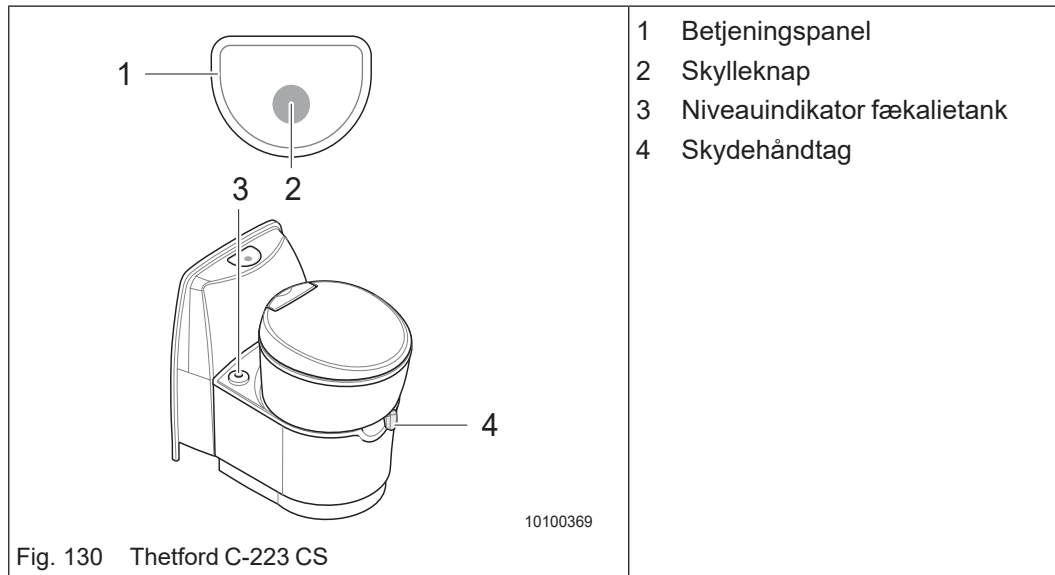

Fig. 130 Thetford C-223 CS
- Åbn skydehåndtaget inden skylning. Skub skydehåndtaget (Fig. 130/4) til siden.
- Tryk på skylleknappen (Fig. 130/2) i flere sekunder for at skylle ud i toilettet.
Fækali tanken skal tømmes, når niveauindikatoren (Fig. 130/3) lyser. Lad ikke fækali tanken blive for fuld.
- ➔ Luk skyderen med skydehåndtaget (Fig. 130/4).